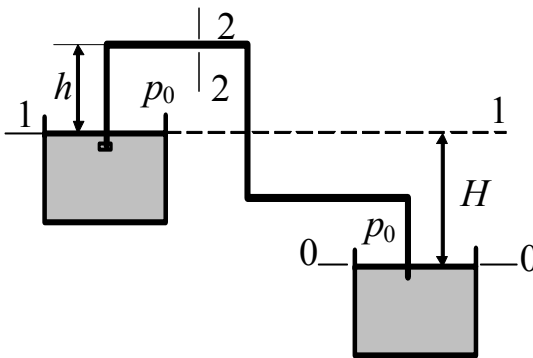

Рисунок 3.9
3.30. Вода перетекает из верхнего бака в нижний бак по сифонному трубопроводу (рисунок 3.9). Вход в трубу снабжен сеткой.